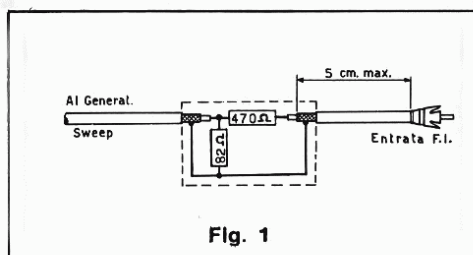
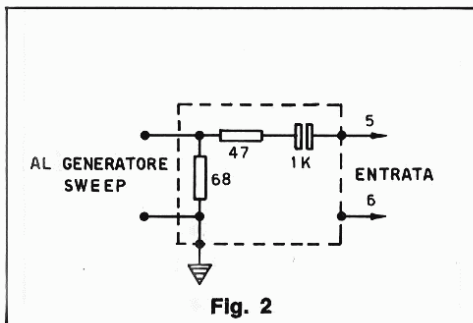

Fig. 1
Fig. 2
In fig. 1 è indicato il tipo adatto per i televisori con gruppi separati VHF - UHF; in fig. 2 quello per i televisori con sintonizzatore integrato a varicap.
- collegare l'uscita dello « sweep » al punto di taratura n. 5 del sintonizzatore VHF attraverso l'adattatore di fig. 1.
- collegare l'uscita dello «sweep» al punto di taratura del sintonizzatore VHF/UHF attraverso l'adattatore di fig. 2.